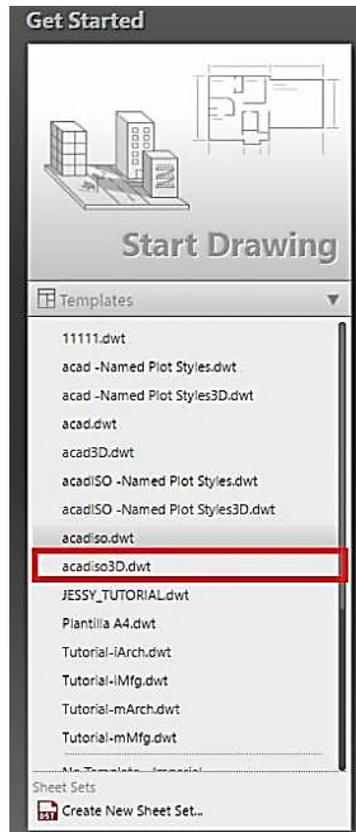

Figura 5.96. Ubicación de Acadiso3D.
Paso 1: Se abre un nuevo archivo tipo acadiso3D en la opción Start Drawin como se muestra en la figura 5.96.